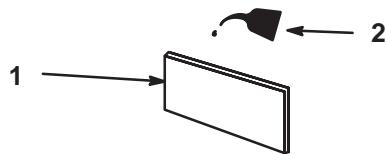

Bild 20
- C. Tränken Sie den Einsatz mit frischem Motoröl. (Bild 20). Drücken Sie den Einsatz, um überflüssiges Öl zu entfernen.